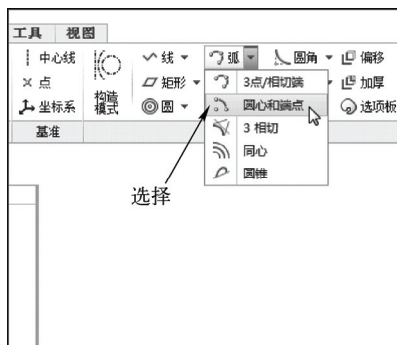

图 2-50 选择“圆心 and 端点”选项
STEP 02 在功能区选项板的“草绘”选项卡中, 单击“草绘”面板中的“弧”右侧的下拉按钮, 在弹出的列表框中选择“圆心和端点”选项, 如图 2-50 所示。